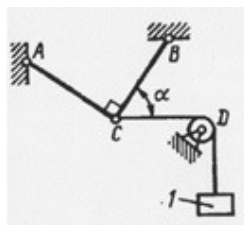

Рис. 1.
1. Два стержня AC и BC соединены шарнирно в точке C , к которой через блок D подвешен груз 1 весом $12H$ (рис.1). Определить реакцию стержня BC , если угол $\alpha = 60^\circ$.